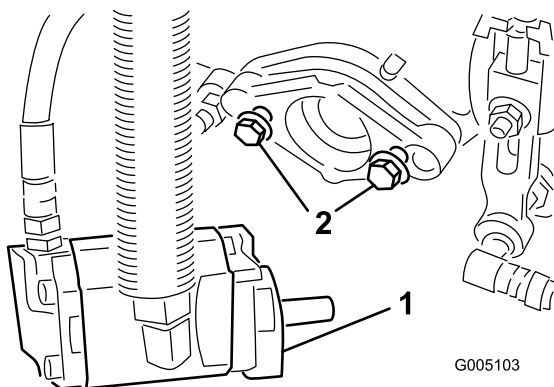

Figura 10
6. Certifique-se de que deixa uma folga de aproximadamente 13 mm em cada parafuso de montagem do motor da transmissão do cilindro (Figura 10).
8. **Aperte os parafusos de montagem** (Figura 10).